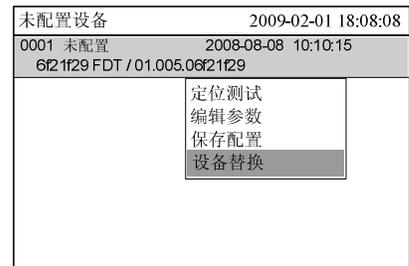
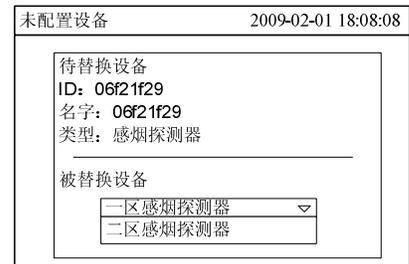

图 30-4
图 30-5
2. 按“↓”键选择需进行配置的设备，按“→”键弹出快捷菜单（图 30-4），然后按“↓”键选择“设备替换”，再按“OK”键，进入设备替换界面（图 30-5）。
3. 按“→”键弹出下拉菜单（图 30-5），所有可被替换的设备将被列出。按“↓”/“↑”键选择所需替换的设备，然后按“OK”键。系统返回初始界面。